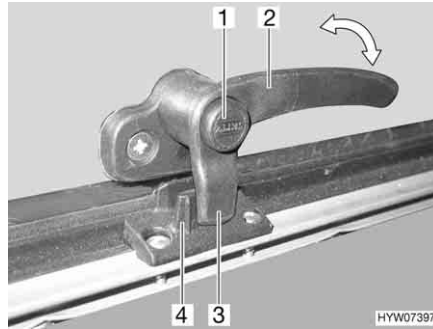
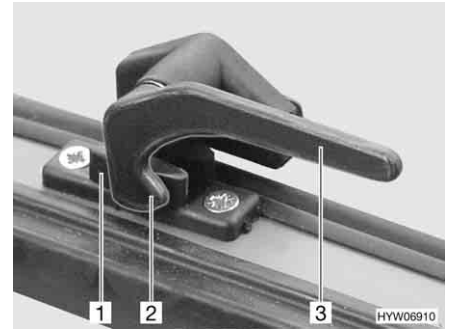

Fig. 56 Levier de verrouillage avec bouton de sécurité en position "Fermé"
Fig. 57 Levier de verrouillage en position "Fermé"
- S'il existe, appuyer sur le bouton de sécurité (Fig. 56,1) et le maintenir enfoncé.
- Tourner le levier de verrouillage (Fig. 56,2 ou Fig. 57,3) d'un quart de tour vers le centre de la fenêtre.
- Tourner le levier de verrouillage (Fig. 56,2 ou Fig. 57,3) d'un quart de tour vers le cadre de la fenêtre. Le tenon de verrouillage (Fig. 56,3 ou Fig. 57,2) du levier de verrouillage repose complètement sur le côté intérieur du verrouillage de fenêtre (Fig. 56,4 ou Fig. 57,1).
- En position "Fermé" (Fig. 56 et Fig. 57)